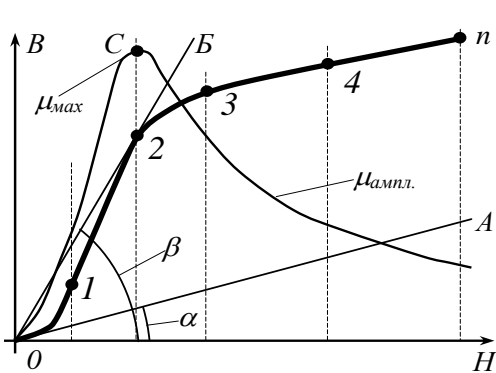

Рис. 2. К методике определения $\mu_{нач}$, μ_{max} и $\mu_{ампл}$
Графически начальная $\mu_{нач}$ и максимальная μ_{max} магнитные проницаемости определяются из измеренных кривых намагничивания. Иметь ввиду, что в случае равенства масштабов по осям B и H $\mu_{нач} = \text{tg}\alpha$, а $\mu_{max} = \text{tg}\beta$ (рис. 2). Угол α - угол АОН между касательной к кривой намагничивания при намагничивающем поле стремящемся к 0 и осью поля. Угол β - угол БОН между касательной к кривой намагничивания в точке перехода от участка намагничивания к участку насыщения (2), проходящей через начало координат. Если масштабы по осям разные $\mu = k \cdot \text{tg}\alpha$ (β). k – отношение масштаба по оси B к масштабу по оси H .